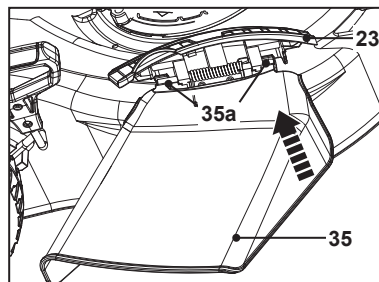

Fig. 22
4. Aligner et accrocher les crochets (35a) du dispositif d'éjection latérale (35) sur les tiges (Fig. 22).